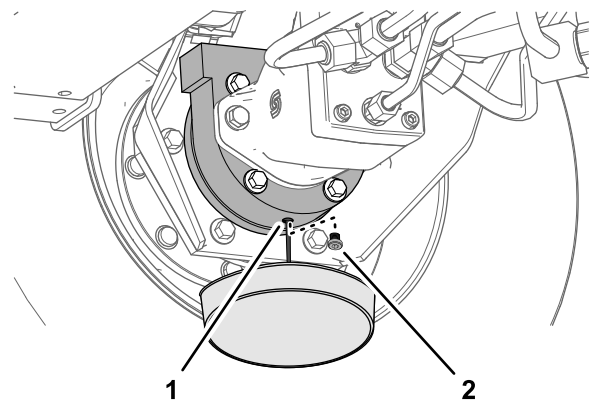

図 107
6. ブレーキハウジングの下に容器を置き、プラグを外してオイルを抜く 図 107。